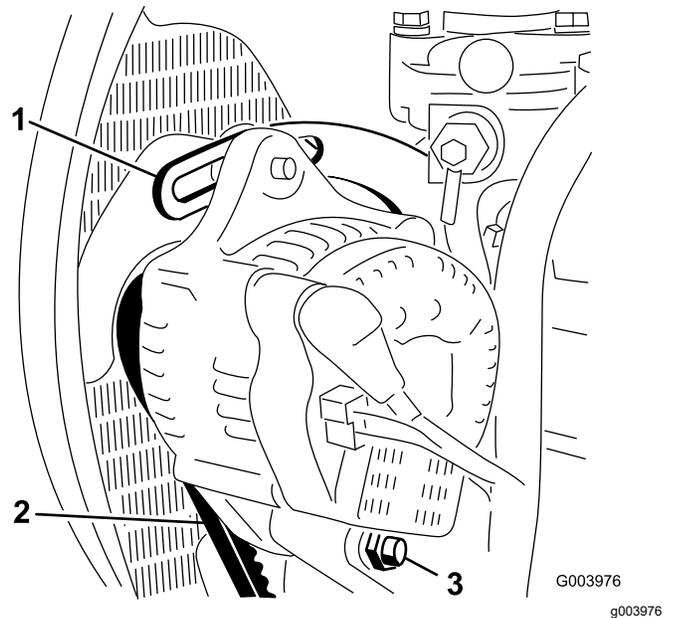

Figura 110
3. Verifique a tensão da correia do alternador, premindo-a (Figura 110) até meio caminho entre as polias do alternador e da cambota com uma força de 10 kg.
4. Desaperte o parafuso que prende o alternador ao suporte e o parafuso da articulação do alternador (Figura 110).